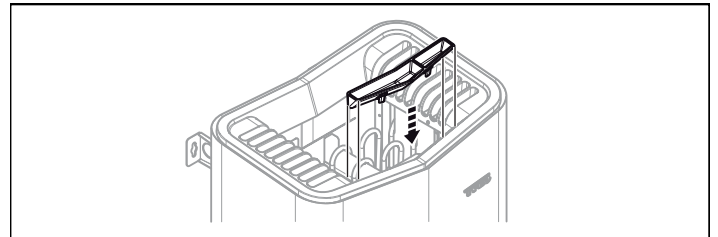

Abbildung 12: Montage des Duftkonzentratbehälters/Luftbefeuchters
10. Montieren Sie das Kräuterbecken / den Luftbefeuchter (siehe Abb. 12).